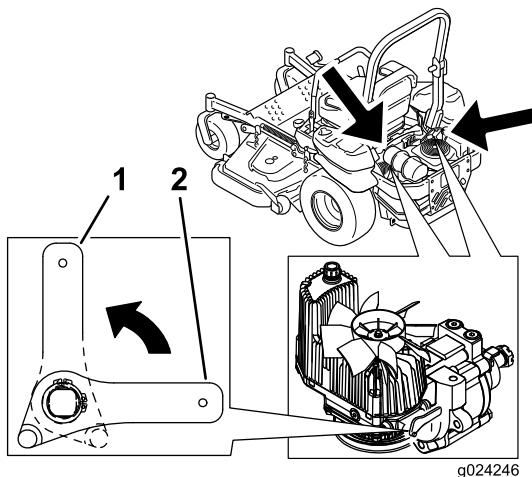

Figura 33
2. Gire las palancas de las válvulas de desvío a la posición vertical para empujar la máquina. Esto permite que el aceite hidráulico se desvíe alrededor de la bomba, dejando que las ruedas giren (Figura 33).
- Gire las palancas de las válvulas de desvío a la posición horizontal para conducir la máquina (Figura 33).